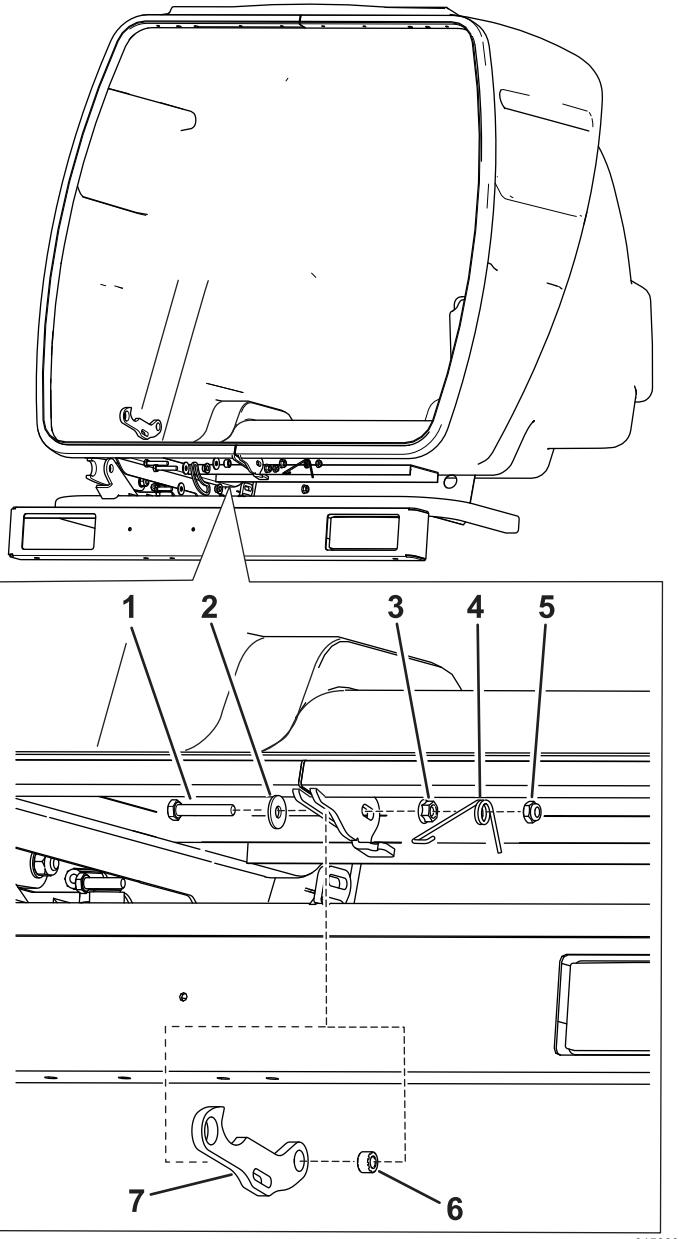

Рисунок 3
- Установите крюк и проставку на бункер с помощью длинного болта, плоской шайбы, фланцевой гайки, пружины и контргайки (Рисунок 3).